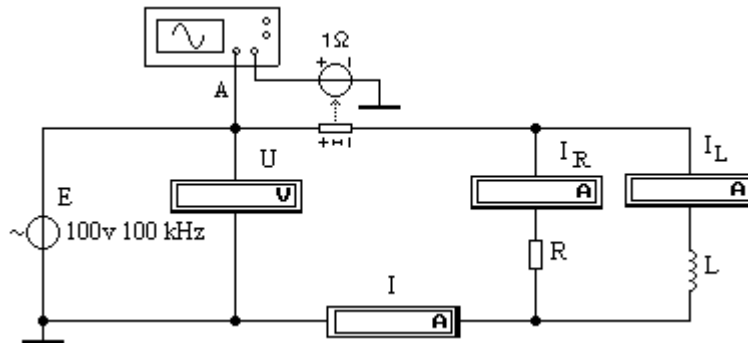

Рисунок 1- Схема исследования RL - цепи.
1. Собрать схему электрической цепи (рис. 1).